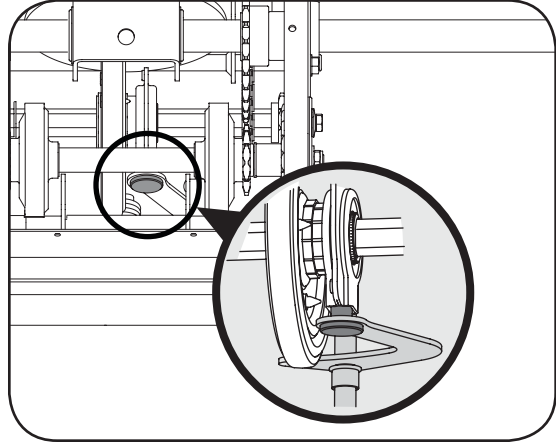

Figure 6-14
- Positionnez la roue de frottement sur la goupille du levier de visseuses. Voir la Figure 6-14.